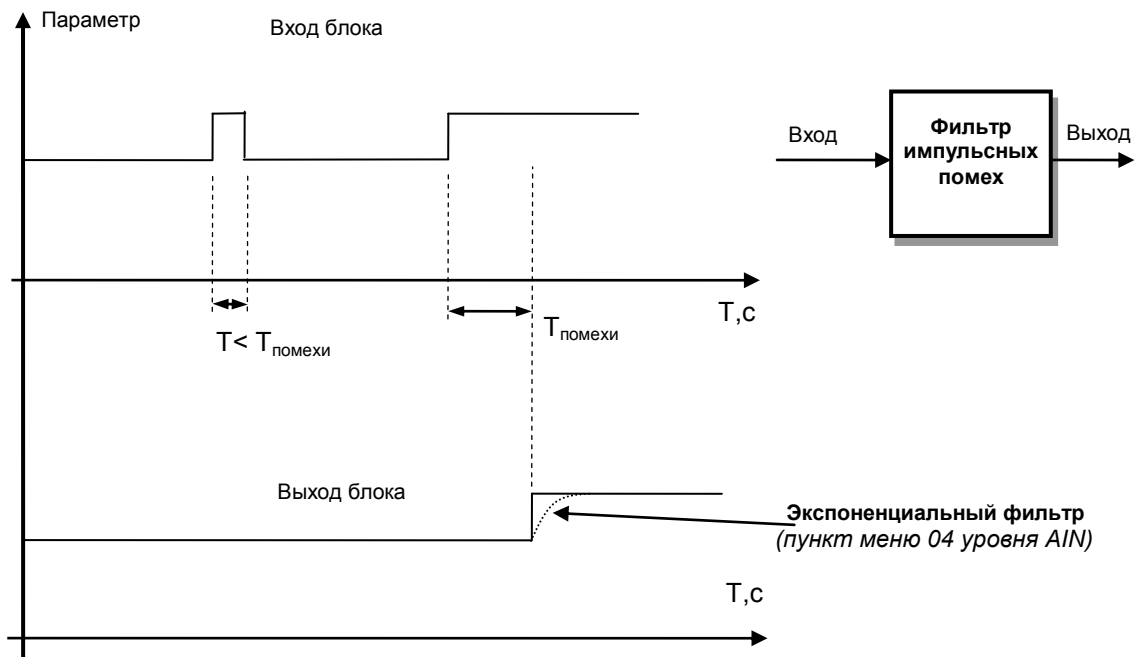

Рисунок 3.4 – Принцип работы фильтра импульсных помех и экспоненциального фильтра
1. Фильтр импульсных помех. Используется для подавления импульсных помех. Определяется параметром **AIN.05** «Максимальная длительность импульсной помехи». Если в каком либо цикле измерения технологического параметра обнаружено его изменение, то предполагается возможность действия помехи и выходной сигнал формируется (с учетом усреднения измерительных значений) по истечении установленного времени длительности помехи. То есть, если длительность изменения сигнала больше заданного  $T_{\text{помехи}}$ , то это изменение расценивается как естественное и принимается в дальнейшую обработку с задержкой времени  $T_{\text{помехи}}$  (рисунок 3.4). Работа данного фильтра вносит дополнительное транспортное запаздывание в систему регулирования, которое равно величине параметра «Максимальная длительность импульсной помехи». Поэтому всегда нужно стремиться минимизировать данный параметр.
4. Экспоненциальный фильтр (рисунок 3.4). Фильтр используется для подавления помех, а также для подавления «дребезга» индикации (частых изменений показаний регулятора из-за колебаний входного сигнала). Определяется параметром **AIN.04** «Постоянная времени цифрового фильтра».